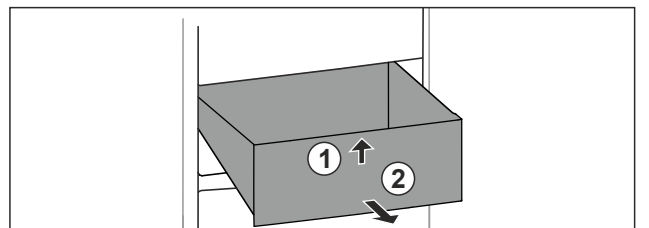

Fig. 68
- ▶ Levantar el cajón por delante. *Fig. 68 (1)*
- ▶ Extraer el cajón hacia delante. *Fig. 68 (2)*